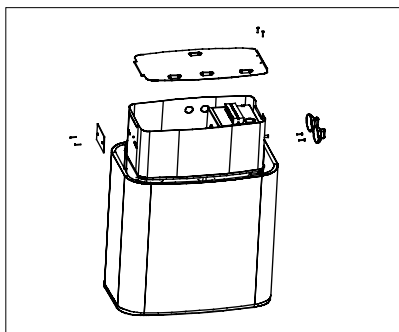

Abb. 3.
- Lösen Sie die Schrauben der Abdeckplatte der alternativen Befestigungsstelle des Reglers auf der anderen Seite des Anschlusskastens. (Abb. 3).